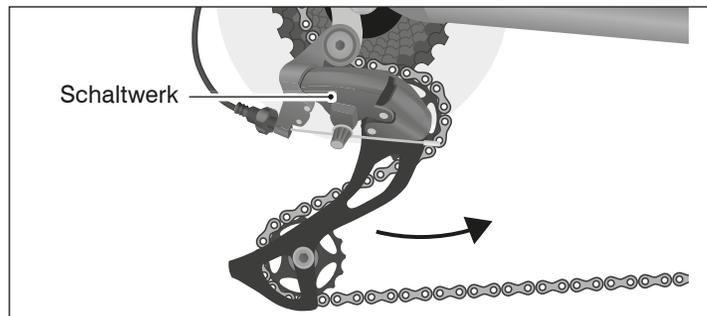

Abb.: W-8 Bewegliche Komponenten der Kettenschaltung am Hinterrad.
2. Drücken Sie das Schaltwerk mit leichtem Druck nach vorne und prüfen Sie, ob es sich von selbst zurückstellt (siehe *Abb.: W-8*).